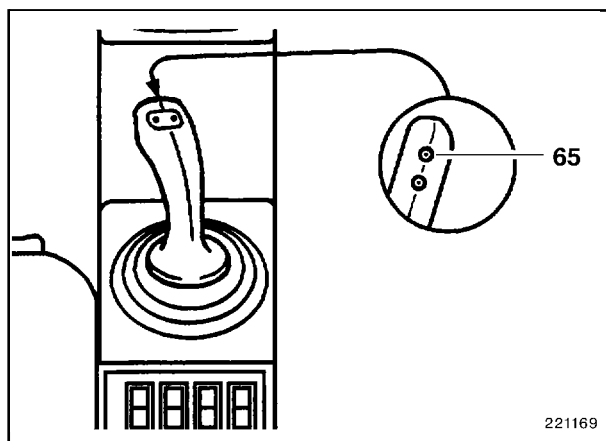

Fig. 20
- Oprimir la tecla (65, Fig. 20).